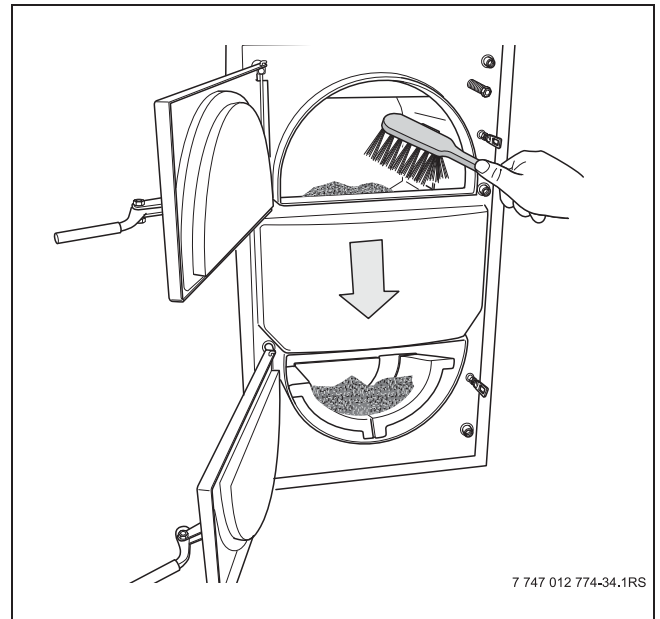

Figura 27 Măturarea camerei de alimentare
- Se mătură resturile de ardere prin blocul duzei din camera de ardere (-> figura 27).